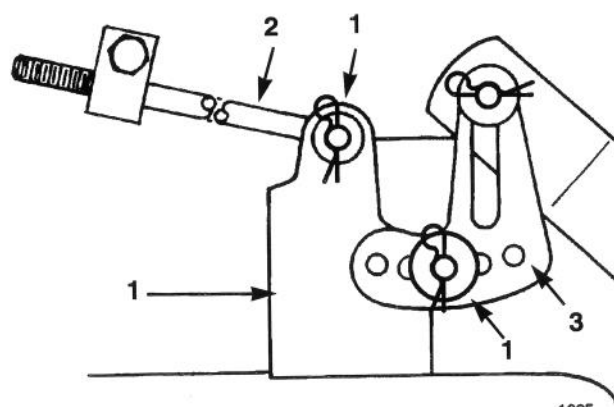

Figure 41
9. Déposer la goupille et rondelle à l'extrémité de la longue tige (Fig. 41). Extraire la tige du support de la tondeuse. Répéter l'opération de l'autre côté de la tondeuse.
10. Enlever la goupille fendue et la rondelle du support de mise à niveau de la tondeuse (Fig. 41).